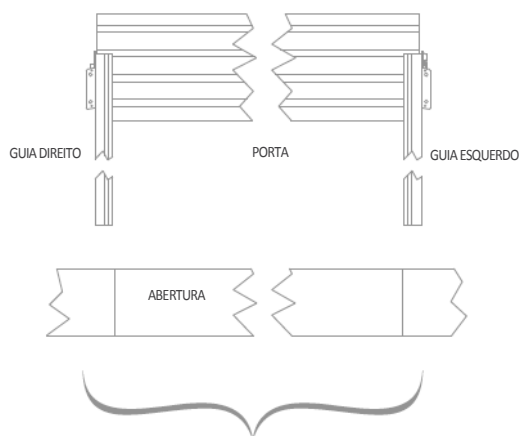

FIGURA 2
- No interior do prédio, colocar o guia esquerdo no piso perpendicular à abertura com a parte de baixo do guia perto do batente esquerdo e a parte de cima voltada para o interior do prédio. Fazer o mesmo com o guia direito para o batente direito. **Ver a Figura 2.**